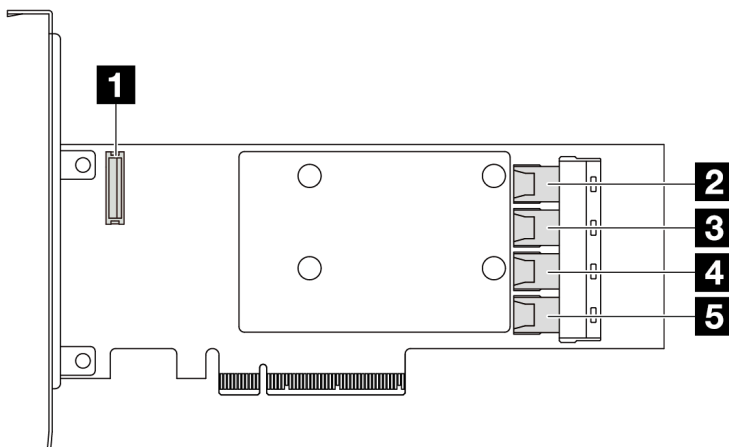

Рис. 297. Адаптер RAID/HBA 16i Gen 3 SFF (четыре разъема порта)
- Рис. 297 «Адаптер RAID 16i Gen 3 SFF (четыре разъема порта)» на странице 309